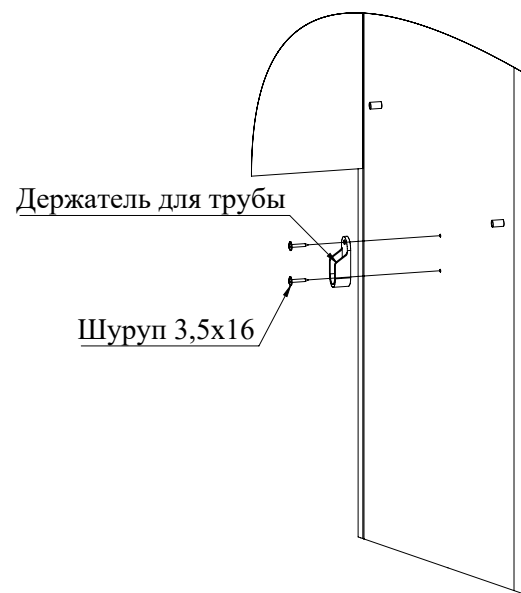

Рис. 9
12. На детали 6 при помощи шурупов 3,5x16 закрепите держатели трубы (Рис. 9). На держатели трубы установите трубу овальную.